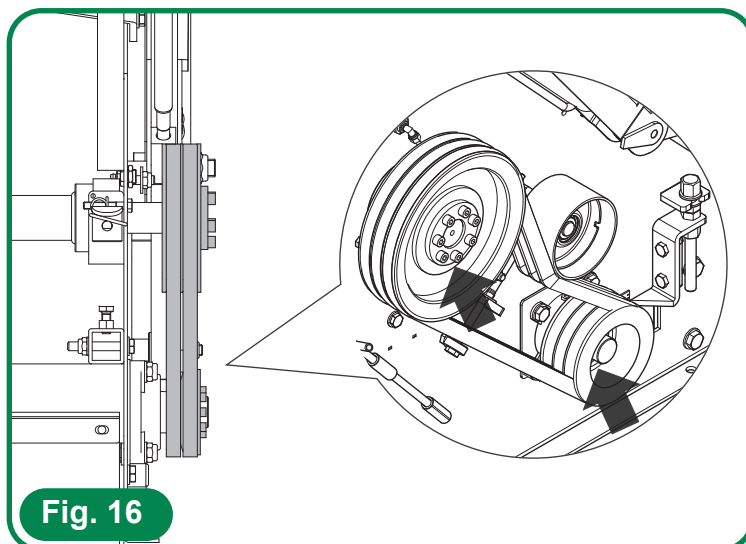

Fig. 16
- Klockera krympskivorna genom att dra åt skruvarna till ett vridmoment på **41 Nm** (se **fig. 16**)